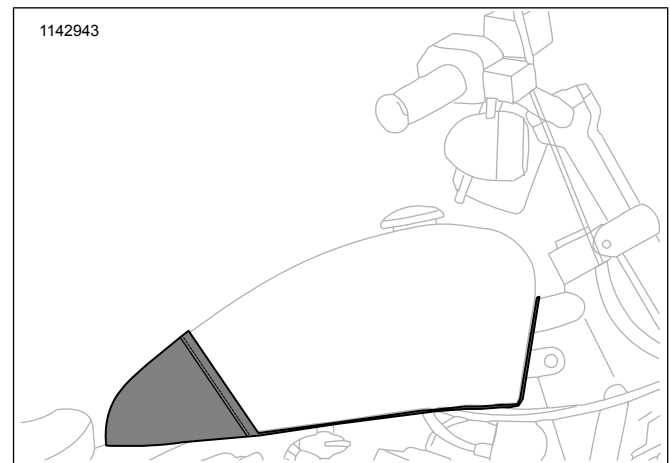

Figure 1. Housse de réservoir installé (typique)
1. Voir Figure 1 . En commençant à l'avant du réservoir, positionner la sangle élastique sur le bord avant du réservoir d'essence contre le tube central du cadre en vérifiant que la sangle élastique ne pince pas le tube de mise à l'air du réservoir d'essence situé sous le côté gauche du réservoir. Lorsqu'elle est bien positionnée, la sangle descend à l'avant du réservoir et longe la partie inférieure vers l'arrière du réservoir. Régler si nécessaire. Tirer la housse vers l'arrière du réservoir et placer la housse correctement autour de l'arrière du réservoir.